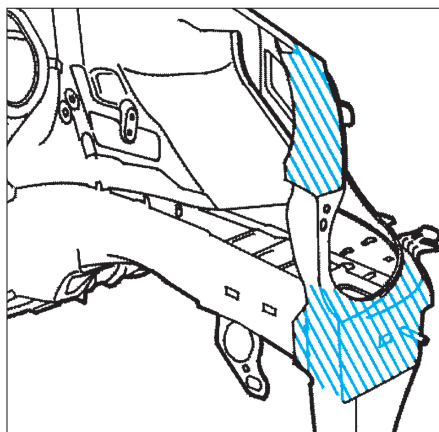

FIG. 8
- Pulvériser de la cire fluide (Fig.8).